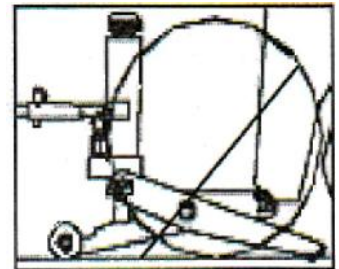

Bild 7
- **Warnung!** Niemals den Gabelstapler-Heber an einer runden oder geneigten Fläche des Gabelstaplers ansetzen (Bild 7).